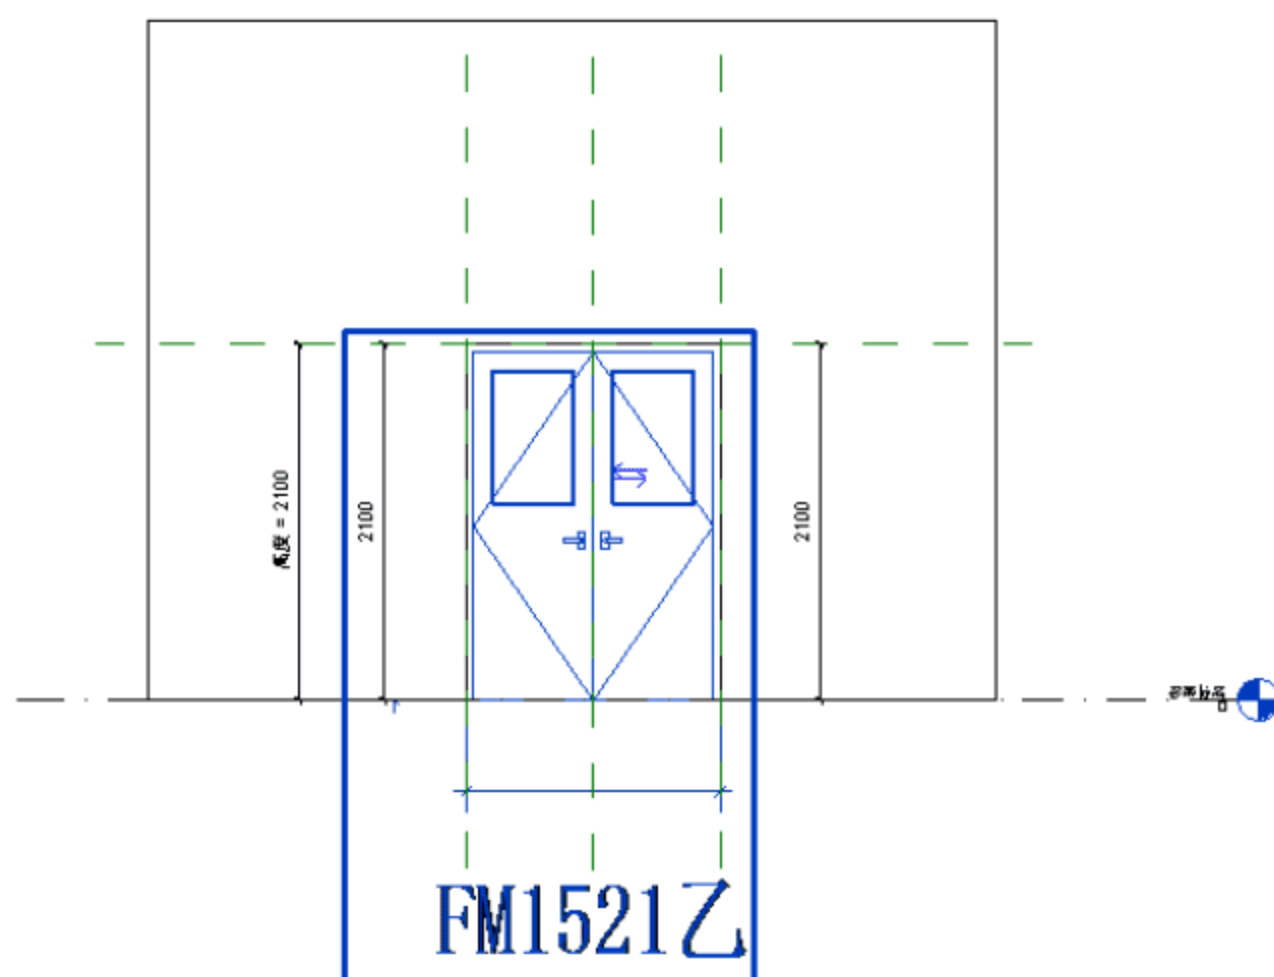

图 6.2.47 调整后的 FM1521 乙.dwg
(8) 调整 CAD 图形。选定导入的“FM1521 乙.dwg” CAD 图形，按快捷键 M+V，将“FM1521 乙.dwg”导入 CAD 图形移动至如图 6.2.47 所示位置。